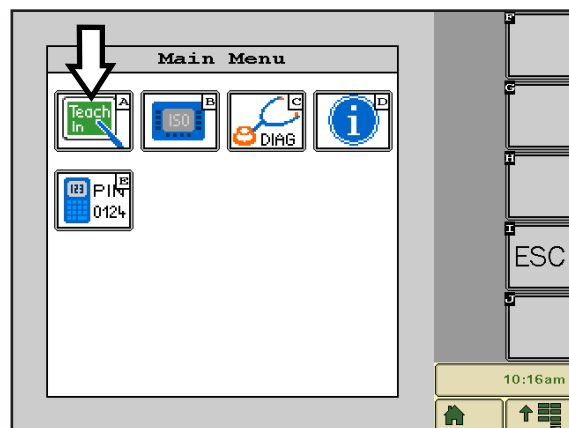

Fig. 6: Consultare il menu di configurazione
Nel menu di configurazione, premere il simbolo Teach In (A) (vedere Fig. 6) per aprire il menu di configurazione.